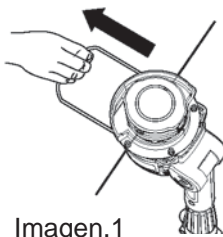

Imagen.1
- > Extraiga el protector para flores (12) para separarlo del cabezal cortador (11) (Imagen 1). Cuando no se necesite el protector para flores, podrá empujarse de nuevo hacia dentro (posición aparcado).